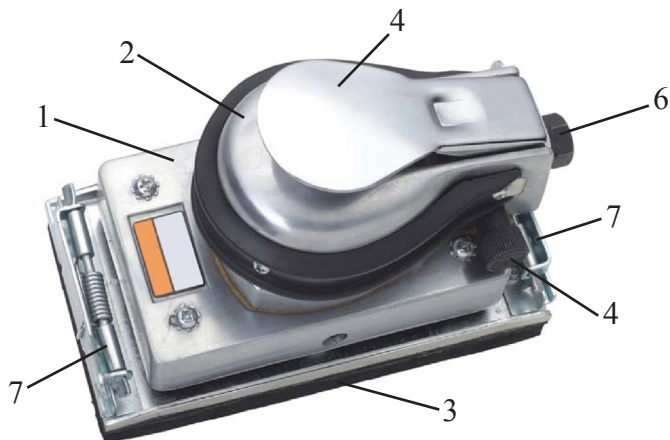

Рис. 1
- установите шлифовальный лист, подверните край под передний зажим (поз. 7; рис. 1), затем зафиксируйте его;
- слегка нажимая на шлифовальный лист, чтобы он лучше прилипал к основанию, вставьте другой конец листа в задний зажим (поз. 7; рис. 1), зафиксируйте зажим.
6.3 С помощью регулятора (поз. 6. рис. 1) можно установить желаемую частоту вращения шлифовального круга (путём контроля расходуемого воздуха):
6.5 Каждый раз перед использованием следует проверять затяжку болтов и гаек системы подачи воздуха. Проверяйте исправность регулятора подачи воздуха (поз. 6. рис. 1). Перед техническим обслуживанием или ремонтом шлифмашина должна быть отключена от сети подачи воздуха. Несоблюдение мер предосторожности может привести к травмам и тяжелым последствиям.